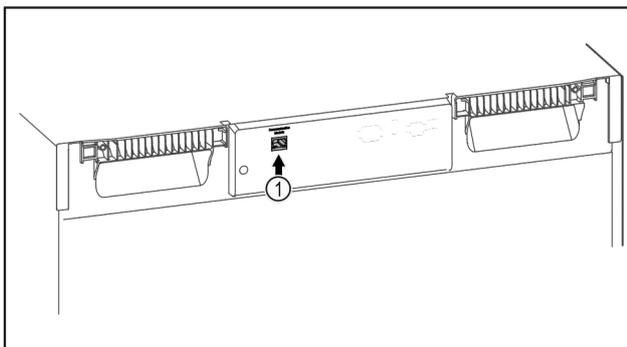

Fig. 114 Sicherstellen, dass folgende Voraussetzungen erfüllt sind:
qSmartModule Fig. 114 (1) ist eingesetzt.